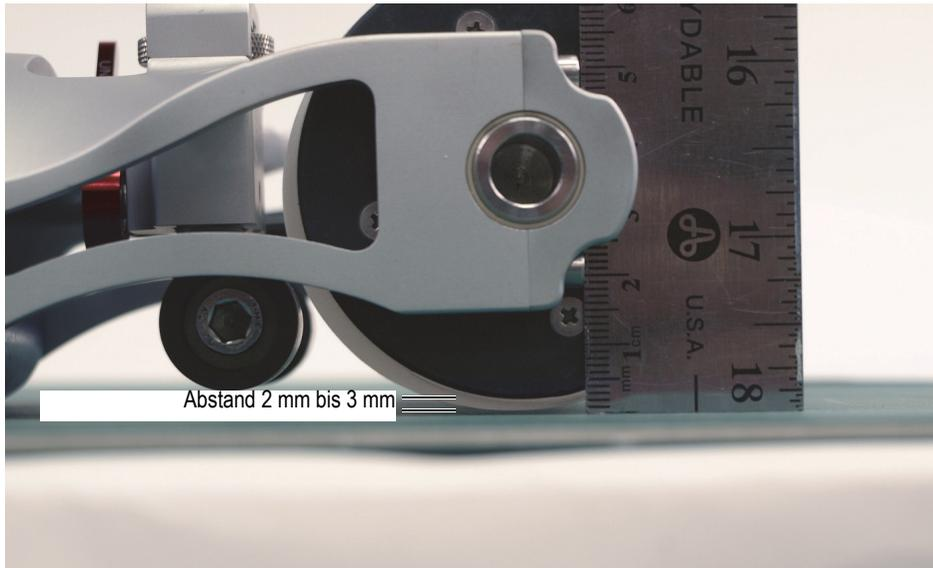
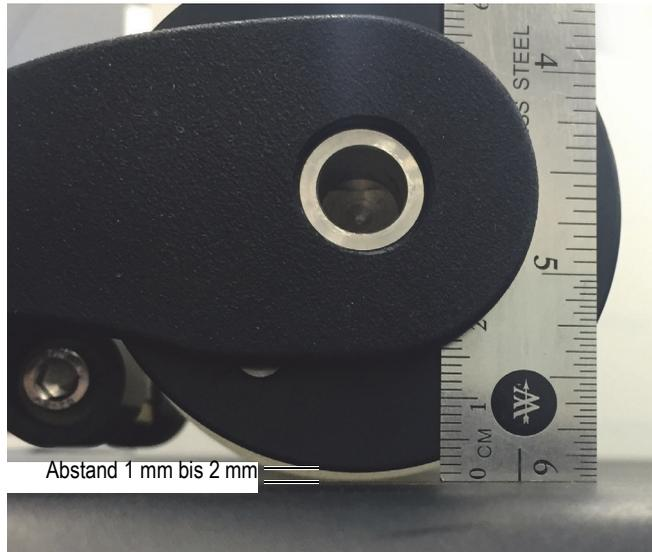

Abbildung 3-5 Abstand zwischen Flansch der Akustikrolle und Prüffläche (RollerFORM)
Abbildung 3-6 Abstand zwischen Flansch der Akustikrolle und Prüffläche (RollerFORM XL)
Die Wasserkammer der Akustikrolle ist richtig gefüllt, wenn der RollerFORM auf eine gerade Fläche steht, ohne ausgeübten Druck auf den Griff. Der Abstand zwischen schwarzem Flachflansch und Flansch der Akustikrolle zur Prüffläche sollte 2 mm bis 3 mm betragen (Abbildung 3-5 auf Seite 51 und Abbildung 3-6 auf Seite 52). Ist der Abstand größer, muss etwas Flüssigkeit aus dem Ventil (out) abgelassen werden. Messen Sie dann den Abstand erneut. Wiederholen Sie das Verfahren, bis der Abstand zwischen schwarzem Flachflansch und Flansch der Akustikrolle zur Prüffläche 2 mm bis 3 mm beträgt.
5. Vergewissern Sie sich, dass die Wasserkammer richtig gefüllt ist. Stellen Sie hierzu den RollerFORM auf eine gerade Fläche, ohne Druck auf den Griff auszuüben. Der Abstand zwischen schwarzem Flachflansch und Flansch der Akustikrolle zur Prüffläche sollte 2 mm bis 3 mm betragen (Abbildung 3-5 auf Seite 51).